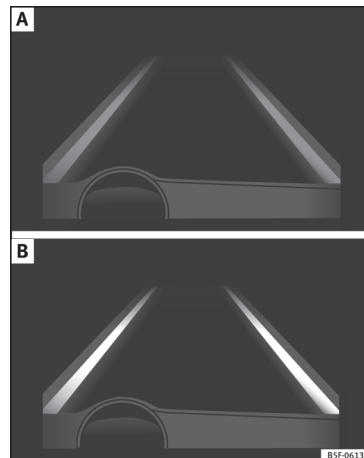

Abb. 203 Im Display des Kombiinstrument: Anzeige im Display des Spurhalteassistenten (Beispiel 1).
- System aktiv, aber nicht verfügbar, da die Mindestgeschwindigkeit nicht erreicht ist oder das System die Begrenzungslinien der Fahrspur nicht erkennt » **Abb. 203 A**.
genblick wird die Fahrtrichtung nicht korrigiert » **Abb. 203 B**.